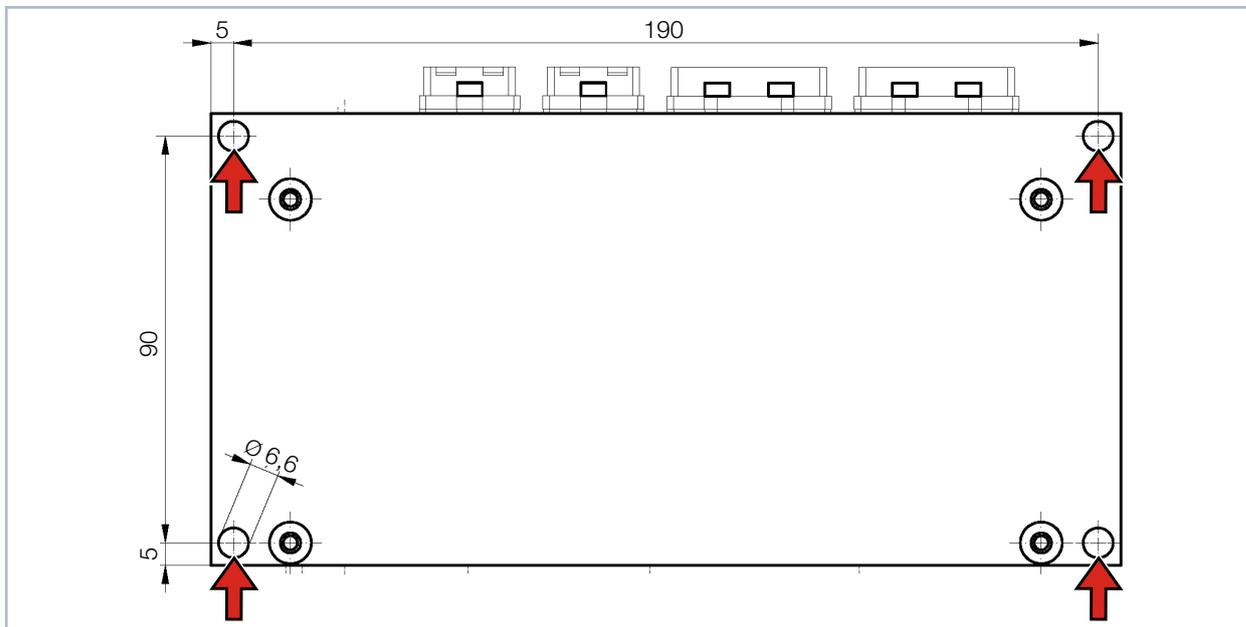

Abb. 6.3: Befestigungsbohrungen, Ansicht von unten (Maße in mm)
1. Montieren Sie das PMM gemäß Abb. 6.3 auf Seite 19 mit 4 Schrauben M6. Die Gesamtlänge der Schrauben ist von den Dimensionen der kundenseitigen Halterung abhängig. Empfohlen werden Schrauben der Festigkeitsklasse 8.8 und ein Anziehdrehmoment von 35 N·m.